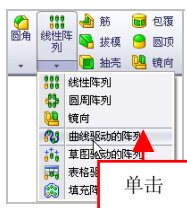

图 6-74 单击【曲线驱动的阵列】按钮
(2) 在【特征】选项卡中，单击【线性阵列】右侧的下拉按钮，在弹出的下拉列表中，单击【曲线驱动的阵列】按钮，如图 6-74 所示。